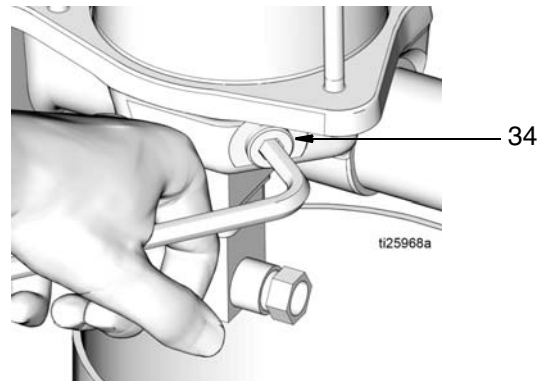

图 13
7. 使用六角扳手慢慢松开，从泵底座拆下排放塞（34），将机油从泵中排出（图 13）。